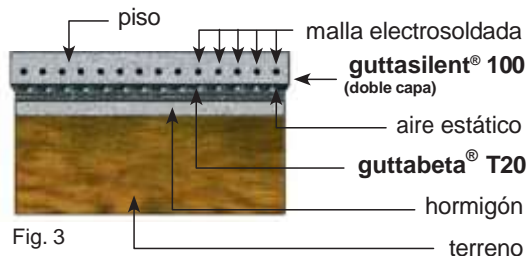

Fig. 3
- 3) Colocar la malla electrosoldada y echar la capa de hormigón. (fig. 3)
guttabeta® T20 para la realización de pisos con aislamiento termoacústico con cámara de aire estática. (fig. 3)